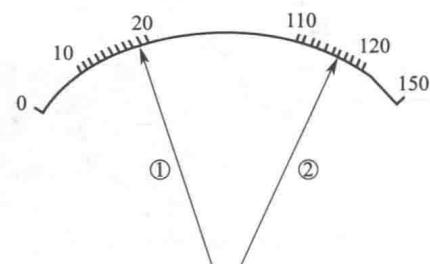

图 1.1.2 指示仪表有效数字读数示意图
① 读数——指针式仪表的指针所指出的标尺值并用格数表示，测量时应首先记录仪表的读数。如图 1.1.2 所示为某电压表的均匀标度尺有效数字读数示意图，图中指针的两次读数为 18.8 格和 115.9 格，它们的有效数位数分别为 3 位和 4 位。
② 仪表常数 C ——即仪表灵敏度的倒数 $(C = \frac{1}{S})$ ，表示仪表指针产生单位偏转所需的输入量。对于同一仪表，选择的量程不同则仪表常数也不同。
(3) 波形的记录。在实验过程中，常用示波器观察电子线路中电信号的输入、输出波形。在记录波形时要注意以下几点。
- ① 在坐标系上标示出合适的横坐标、纵坐标的单位及坐标原点。
- ② 在波形图上标示出能够显示图形变化趋势的关键点及相应的坐标。
- ③ 描绘示波器测试波形时，在波形图上应该正确反映测试波形之间的相位关系。
④ 描绘示波器测试波形时，要注意正确反映波形与基线的相对位置（可参阅模块 1 项目 1.4 示波器注意事项）。